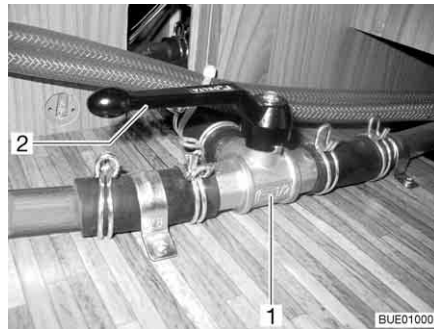

Bild 172 3-vägsventil
- Ställ spaken (Bild 172,2) till 3-vägsventilen (Bild 172,1) parallellt med den raka genomflödesriktningen (Bild 172).
- Ställ spaken (Bild 172,2) till 3-vägsventilen (Bild 172,1) tvärs mot den raka genomflödesriktningen.